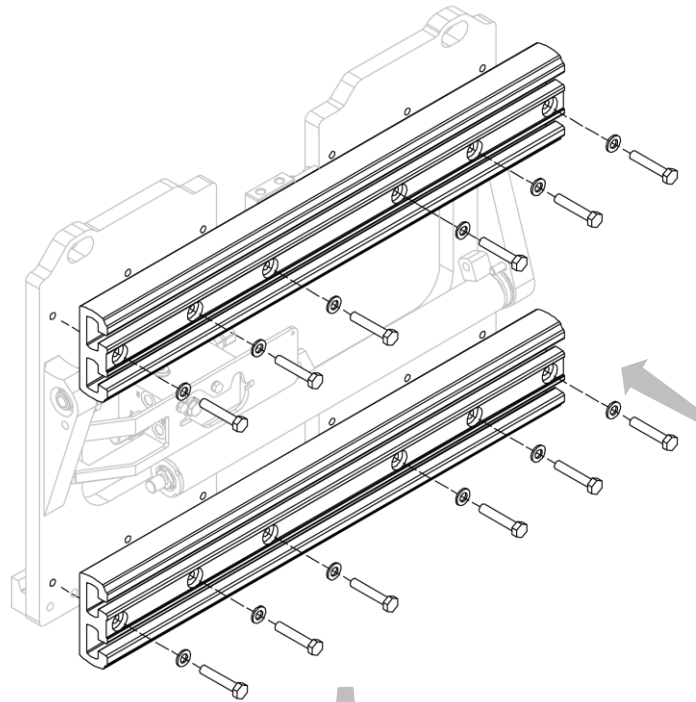

Figure 11
2. Installer, un par un, les profils en aluminium à l'aide des vis prévues à cet effet (voir *Figure 11* et *Figure 12*).